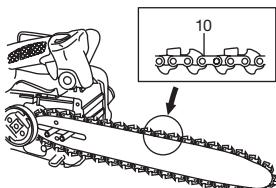

Fig. 4
- Confirmar que la dirección de la cadena sea correcta como se indica en la figura y alinear la cadena sobre la rueda dentada. (Fig. 4)